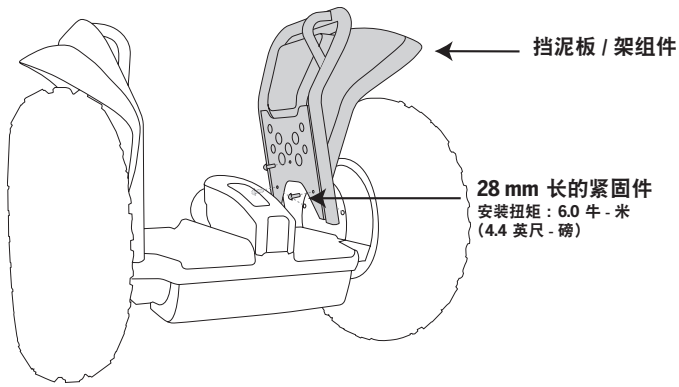

图 1. 拆卸或安装挡泥板 / 架组件
2. 要从 PT 拆卸挡泥板 / 架组件，需使用 4mm 六角扳手卸下 3 个 28 mm 紧固件。请参见图 1。